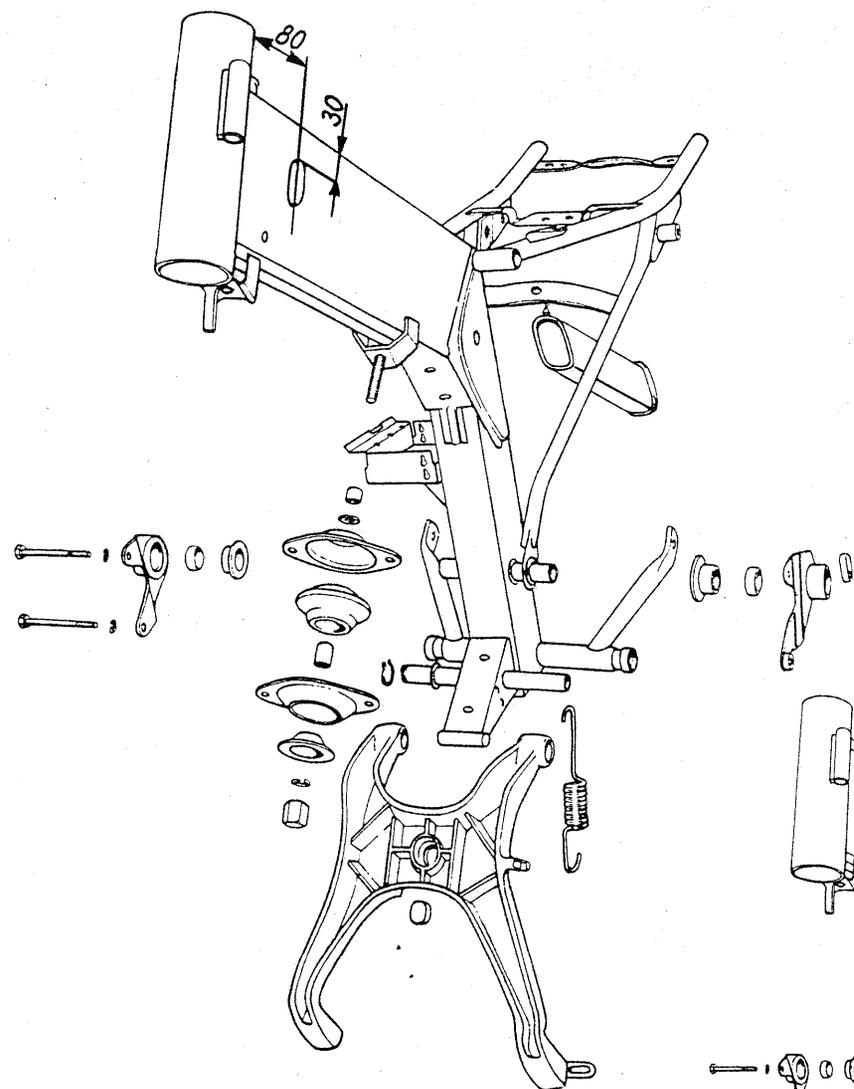

Fig. 10. Représentation en éclaté des châssis
La construction générale déjà visible des figures 1 et 2 est expliquée à la représentation en éclaté du châssis (fig. 10).
2. Le longeron de cadre du type ETZ 251 est muni d'une encoche de 3 × 20 mm empreinte des deux côtés (cf. fig. 10).